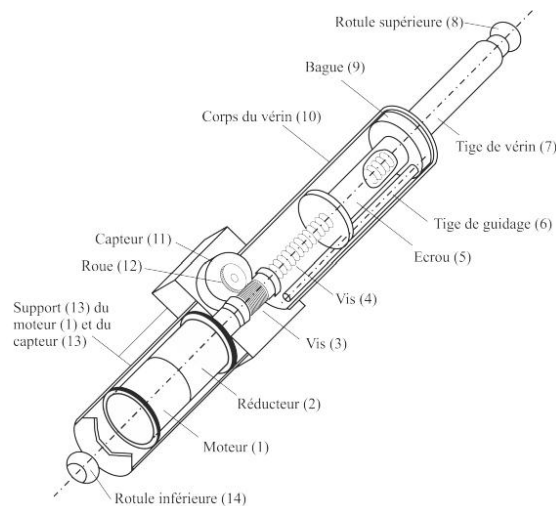

Figure 1: Vérin électrique
Un vérin électrique (*Figure 1*) permet de convertir une énergie électrique en énergie mécanique qui se traduit par un mouvement de translation de la tige (7) et une force qu'exerce cette tige sur le milieu extérieur.